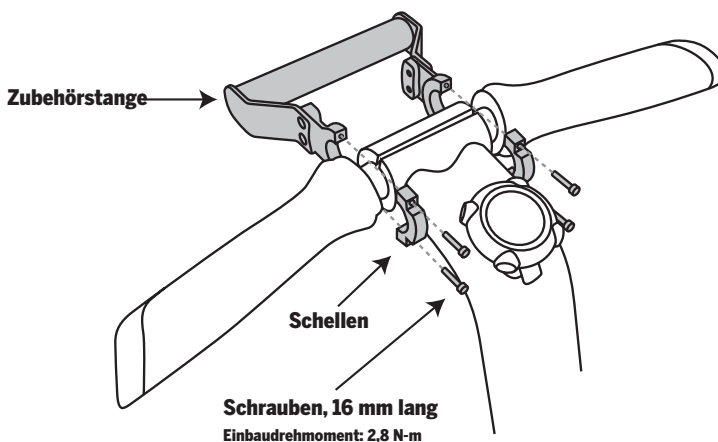
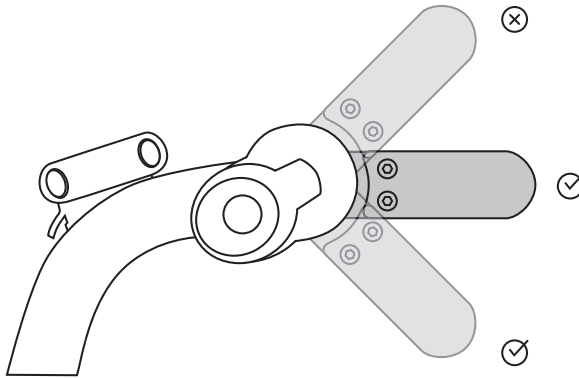

Abbildung 2. Die Zubehörstange auf dem Lenker montieren
Abbildung 3. Sicherstellen, dass sich die Zubehörstange vor oder unter der Lenkerschelle befindet
3. Installieren Sie die Zubehörstange und die Schellen über dem freiliegenden Abschnitt des Lenkers. Siehe Abbildung 2.
4. Drehen Sie die (4) im Lieferumfang enthaltenen 16 mm langen Schrauben lose durch die (2) Zubehörstangenschellen.
5. Achten Sie darauf, dass sich die Zubehörstange vor oder unter der Lenkerschelle befindet. Siehe Abbildung 3.